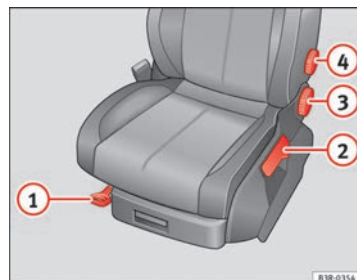

Fig. 104 Mandos en el asiento del conductor
- Levante la palanca ① ⇒ fig. 104 y desplace el asiento hasta la posición deseada.
- Suelte la palanca ① y siga desplazando el asiento hasta que encaje el bloqueo.
- Tire de la palanca ② ⇒ fig. 104 hacia arriba varias veces hasta alcanzar la posición deseada.
- Con la mano, gire la rueda ③ ⇒ fig. 104 para ajustar la inclinación del respaldo.
- No ejerza fuerza sobre el respaldo y gire la rueda ④ ⇒ fig. 104 para ajustar el apoyo lumbar.